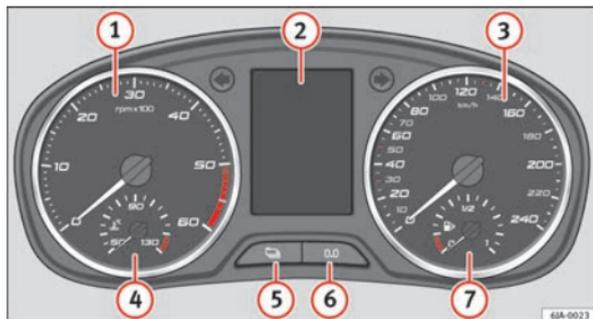

Fig. 31 Tableau de bord général
La partie rouge du compte-tours ① ⇒ fig. 31 ⇒ page 57 indique la zone où l'appareil de commande du moteur commence à limiter le régime moteur. L'appareil de commande du moteur se charge de réduire le régime à une limite sûre.
L'indicateur de température du liquide de refroidissement  ⇒ fig. 31 ⇒ page 57 ne fonctionne que lorsque le contact d'allumage est mis.
L'indicateur de niveau de carburant  ⇒ fig. 31 ⇒ page 57 fonctionne dès la mise du contact d'allumage.
Pour remettre le totalisateur journalier à zéro, maintenez enfoncée la touche  ⇒ fig. 31 ⇒ page 57.
Le nombre de kilomètres et jours restants avant l'entretien peut être consulté à condition que le contact d'allumage soit mis en appuyant sur la touche  ⇒ fig. 31 ⇒ page 57.
La remise à zéro de l'indicateur de maintenance peut s'effectuer en appuyant sur la touche **6** ⇒ fig. 31 ⇒ page 57.
Le réglage de la montre se fait avec les touches **5** et **6** ⇒ fig. 31 ⇒ page 57.